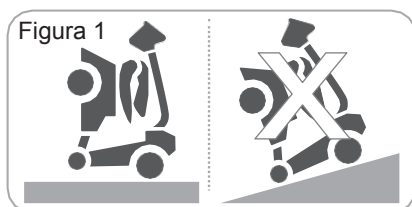

Figura 1
- O travão não pode ser aplicado quando a scooter está encartada e na posição vertical. Não coloque a scooter de pé encartada na vertical num declive para evitar que deslize sem controlo e o risco de lesão (Figura 1).